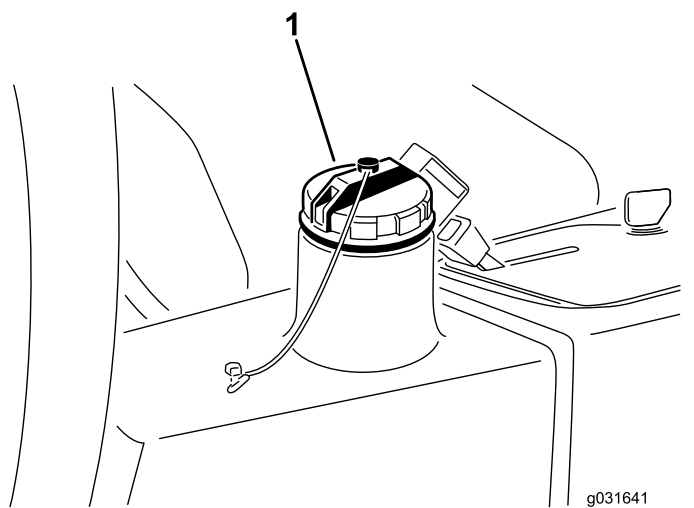

図 61
2. 油圧オイルタンクの注油口とキャップの周辺をきれいに拭く **図 61**。
3. オイルタンクのキャップを取る **図 61**。